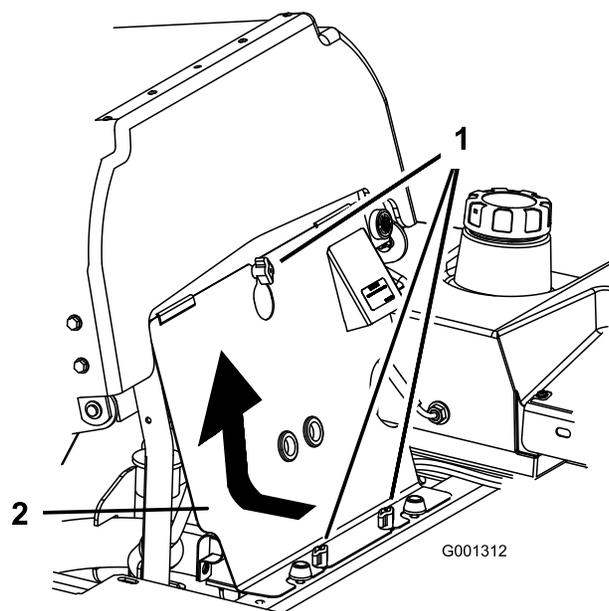

Figura 60
- Afloje los cierres del panel delantero del motor y retire el panel (Figura 60).